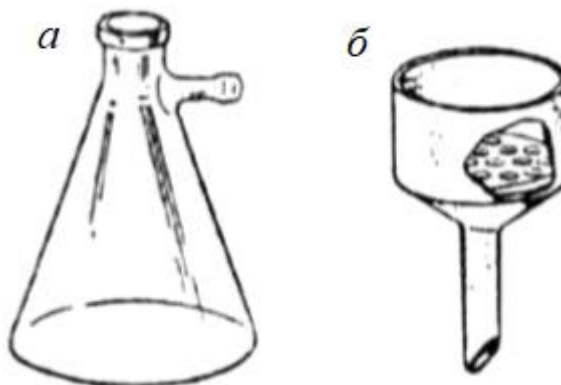

Рис. 10 – Колбы Бунзена для отсасывания (а) и воронка Бюхнера для фильтрования (б).
*Колбы для отсасывания (Бунзена) и воронки для фильтрования (Бюхнера)* (рис. 10). Колба Бунзена – толстостенная колба конической формы с отростком в верхней части (для соединения с вакуумным насосом), служит для фильтрования при пониженном давлении. Фарфоровые воронки Бюхнера имеют дырчатое дно, на которое укладывают влажный фильтр, закрывающий все отверстия на дне воронки.